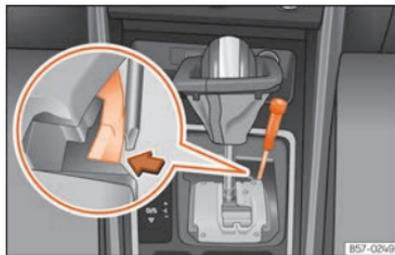

Fig. 91 Palanca selectora: desbloqueo de emergencia en la posición de aparcamiento.
- Con ayuda de la parte plana de un destornillador, presione lateralmente la pestaña amarilla y manténgala presionada »»» **fig. 91**.